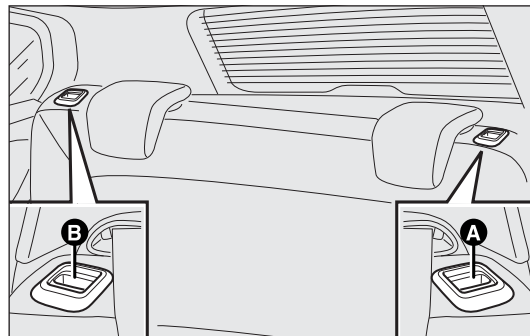

fig. 77
- ☐ soulever les poignées A et B-fig. 77 pour déverrouiller les dossiers et les accompagner sur le coussin.